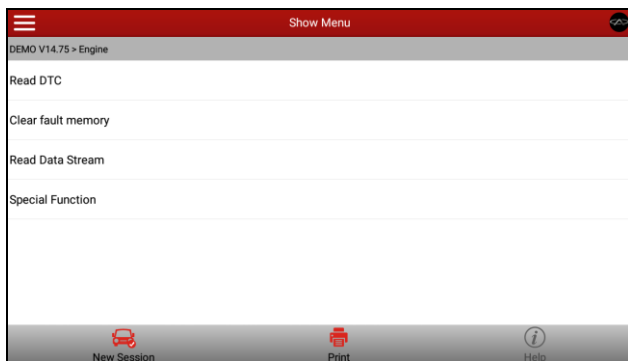

Рис. 4-17
3). Нажмите «Engine», система переходит в меню функций. См. рис. 4-17.